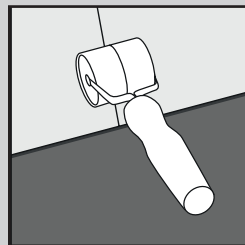

Fig. 4
5. Continúe instalando tablon a lo largo de la sala hasta completar la fila ayudándose de un rodillo de mano. (Fig. 4) Solo si fuera necesario, utilice una maza de goma y un recorte del producto para golpear con suavidad y que encaje. Puede utilizar una palanca para encajar el producto en los bordes del perímetro de la sala (Fig. 5).